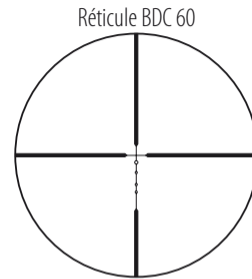

Fig. 3
(1) Mise au point
- 1 Regardez dans l'oculaire, l'œil placé à environ 3-4 pouces (7,5-10 cm) de l'oculaire, pour voir le réticule BDC 60 (Fig. 3). Assurez-vous que votre œil est correctement aligné et positionné à la bonne distance, afin d'éviter que votre vue ne soit « bouchée ».